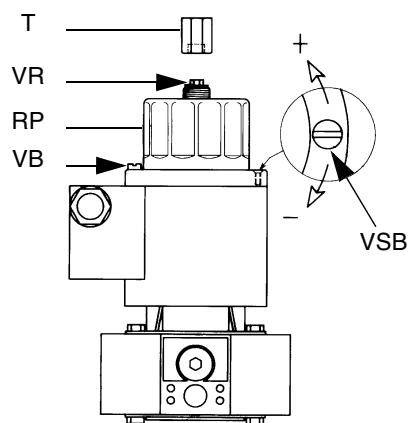

Fig. 18
- Per regolare la portata del gas svitare la vite VB (Fig. 18) e ruotare il regolatore RP a seconda delle necessità. Avvitando la portata diminuisce, svitando aumenta.